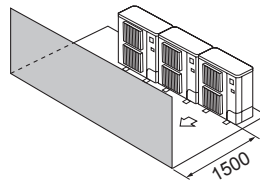

Fig. 2-14
- ③ Obstacole numai în față (Fig. 2-14)